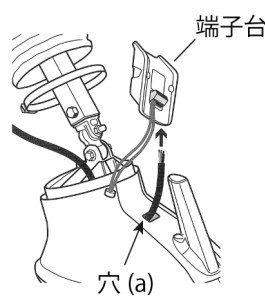

Fig.14
4) 穴(a)にケーブルを通し、スポットライトの端子台に配線してください。(Fig.14)